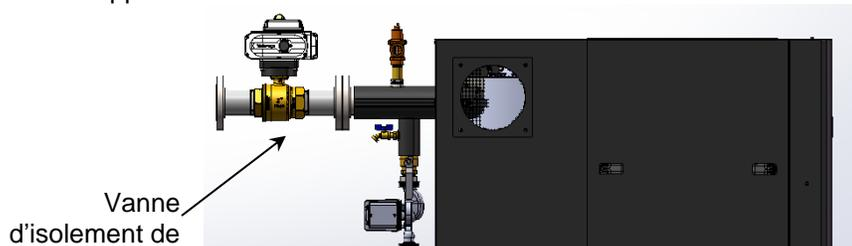

Figure 2-17 : Installation de la vanne de séquençement
3. S'assurer que la vanne est positionnée avec la position de l'enceinte de l'actionneur comme indiqué sur la figure 2-17.